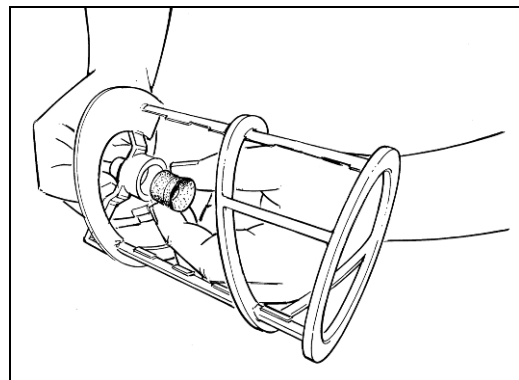

Fig. 13
- Insérer le joint à ventouse à l'intérieur de son logement dans la spirale avant de procéder au montage du groupe ainsi formé (fig.13).